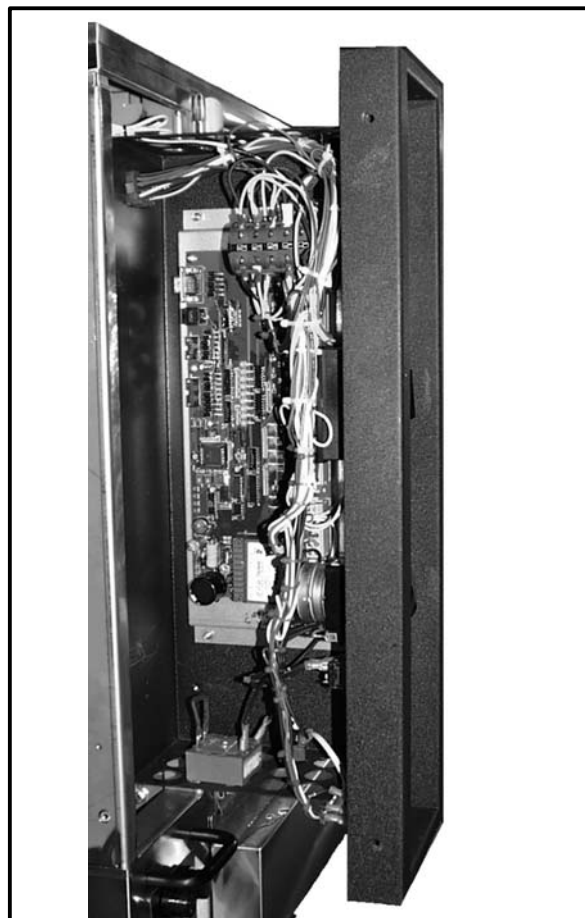

Figure 15
2. Retirez (2) vis et glissez le panneau de commande vers l'avant. Voir la Figure 15.